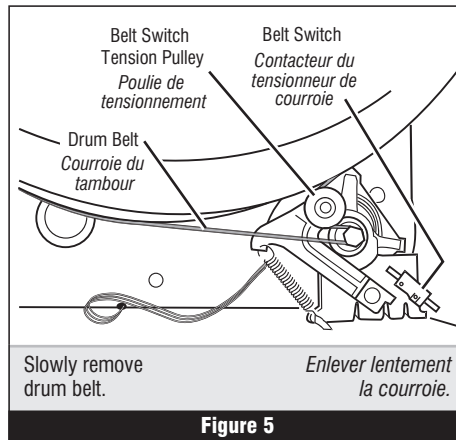

Figure 5
5. Check the belt switch and drive motor. Access the belt switch and drive motor by removing the front panel/drum assembly. See Removing the Front Panel/Drum Assembly, page 13. Slowly remove the drum belt from the spring-loaded belt switch tension pulley, gently letting the pulley down. See figure 5.
5. Contrôler le contacteur du tensionneur de courroie et le moteur d'entraînement. Ôter le panneau avant/tambour pour accéder au moteur d'entraînement et au contacteur du tensionneur de courroie. Voir Dépose du panneau avant/tambour, page 13. Séparer lentement la courroie du tambour de la poulie de tensionnement chargée par ressort; laisser la poulie descendre doucement. Voir la figure 5.